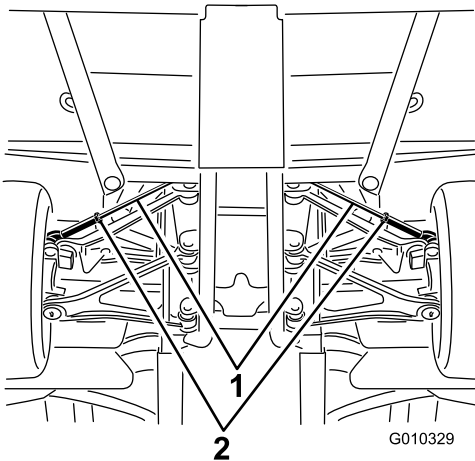

Figure 58
- A. Desserrez l'écrou de blocage au centre de la biellette (Figure 58)